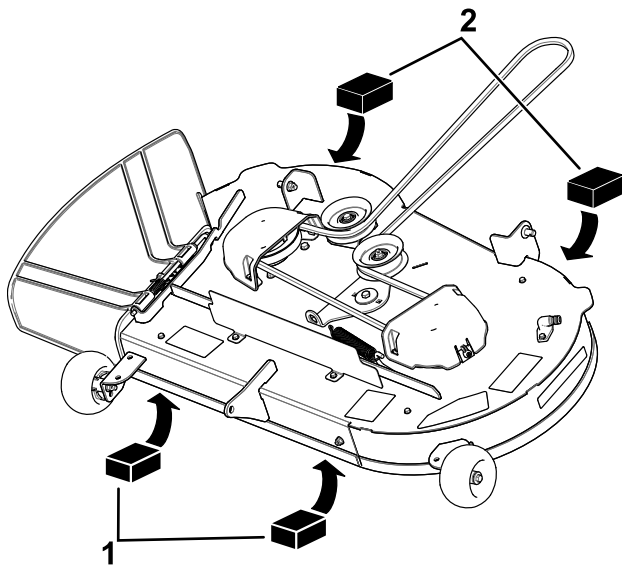
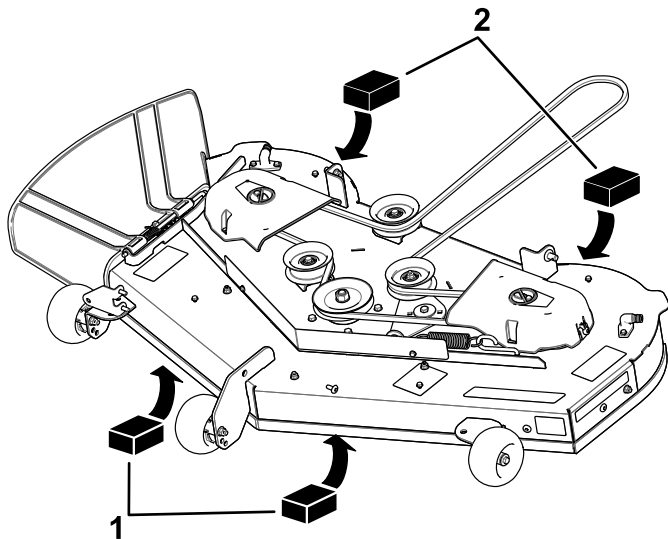

Figura 67
Figura 68
4. Coloque 2 bloques de 6,6 cm de grosor debajo de cada lado del borde delantero de la carcasa, pero no debajo de los soportes de los rodillos protectores del césped (Figura 67 o Figura 68).
5. Coloque 2 bloques de 7,3 cm de grosor debajo del borde trasero del faldón de la carcasa de corte, 1 en cada lado de la carcasa de corte (Figura 67 o Figura 68).